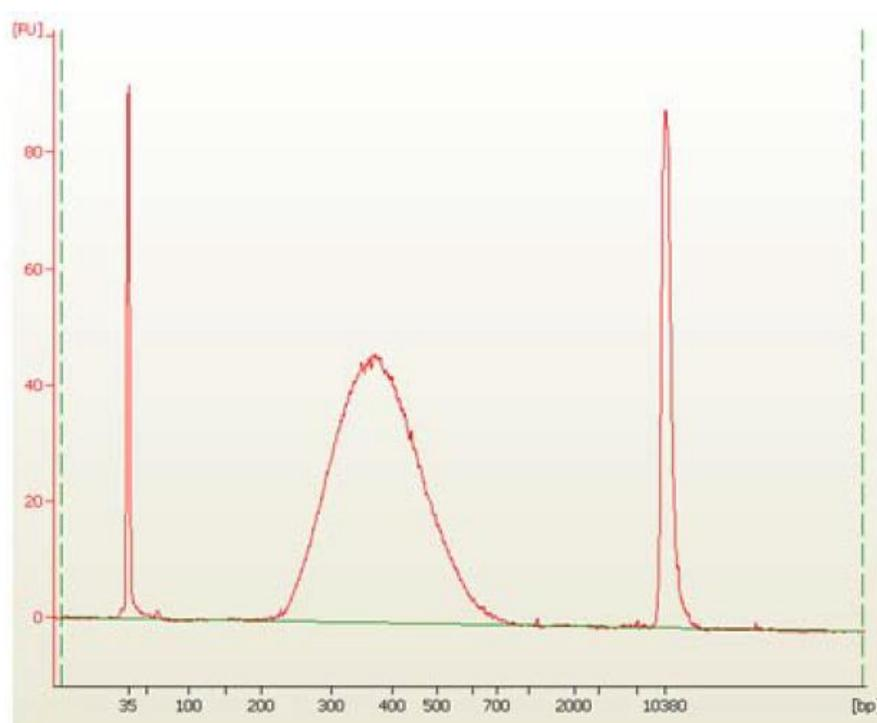

図 6 増幅後のキャプチャ DNA の泳動図。200 から 700 bp の間にシングルピークが見られることを確認して下さい。
7. 結果をチェックします。図 6 の泳動図のように、約 200 – 700 bp の間にシングルピークが分布していることを確認します。また PCR の非特異的増幅産物がないかどうか確認します。このシングルピークの濃度をバイオアナライザのマニュアルインテグレーション機能を用いて、測定します。